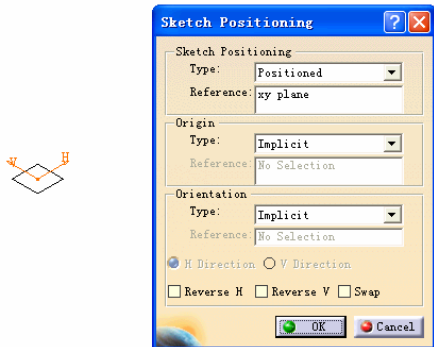
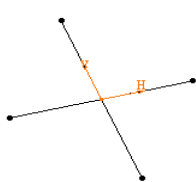

图 2-6
图 2-7
使用定位模式创建草图需要先确定草绘平面，可以选择已有的平面 (Plane) 或者是已有实体的表面（但一定要是平面）作为参考元素来确定草图平面，如图 2-6 所示；也可以选用两条共面的直线作为参考，构建草图平面。如图 2-7 所示，选择空间内共面直线 Line.1 和 Line.2 来构建草图平面。
① 使用隐式 (Implicit) 模式时，草图原点和草图方向根据用于草图平面的几何图形进行定位。当使用两条直线作为创建草图平面的参考时，原点为两直线的交点，方向以两直线的方向为参考创建，如图 2-7 所示。